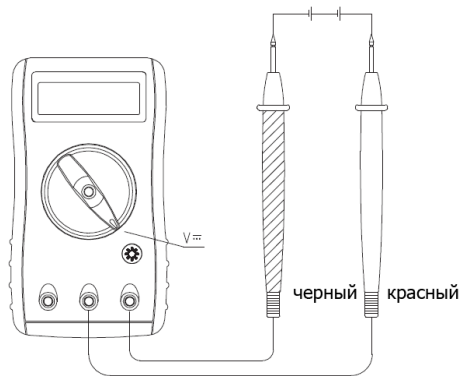

Рис. 2
**ИЗМЕРЕНИЯ****А. Измерение постоянного напряжения (рис.2)****⚠ Предупреждение**